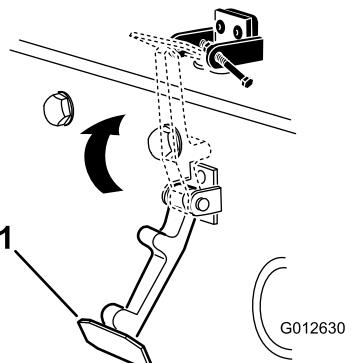

Figura 5
8. Prenda o trinco no suporte do trinco do capot (Figura 5).